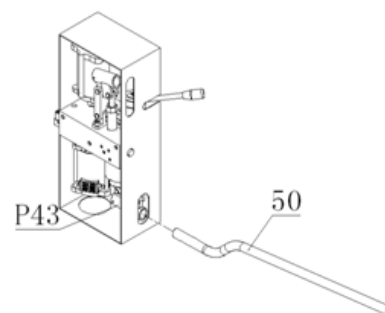

Figura 9
A): Para el funcionamiento de la bomba de alta presión, conecte el mango (50) en la conexión superior del mango (31).
B): Para el funcionamiento de la bomba de baja presión, conecte el mango (50) en la conexión superior del mango (43). Vea la figura 9.